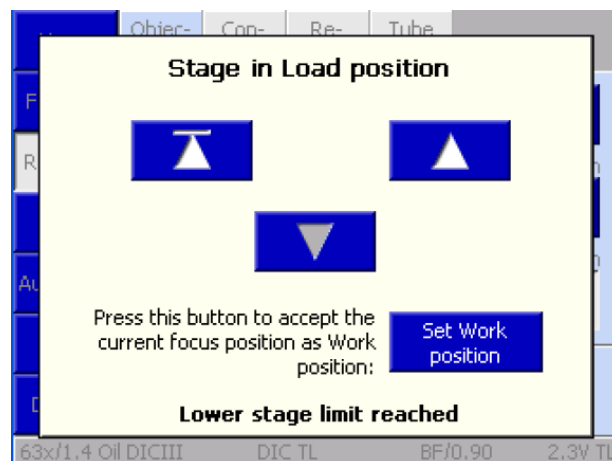

Fig 10 Load Position 按钮
- **Load Position** 按钮：点击此按钮，正置显微镜的载物台会向下移动到负载位置；倒置显微镜则是物镜向下移动。负载位置比工作位置低大约 10 mm，方便用户完成更换样品或滴加镜油等操作。当载物台达到负载位置时，会弹出 **Load Position** 窗口 (Fig. 10)，点击  按钮，载物台返回操作位置。
- **RL Illumination** 按钮：Close 和 Open 按钮用于在荧光光路中关闭或打开反射光 (RL) shutter。注意，如果